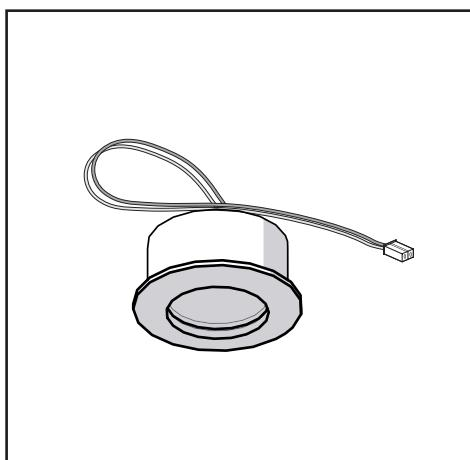

Fig. 8
Prima di procedere alle operazioni di montaggio, per una più facile manovrabilità dell'apparecchio disinserire i filtro/i antigrasso (Fig. 8).
• **Sostituzione delle lampade LED (Fig.8):**